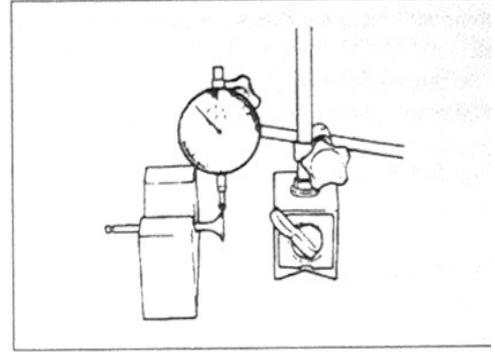

Bild 127
-  Spiel zwischen Ventile und Führung wie in Bild 127 gezeigt mit rechtwinklig angesetzter Messuhr in X- und Y-Richtung messen. (Dabei wird nicht tatsächliches Spiel gemessen, sondern nur ein Anhaltswert.) Sollwert / Einlass 0,025 – 0,055 mm; Verschleissgrenze 0,35 mm. Sollwert / Auslass 0,040 – 0,070 mm; Verschleissgrenze 0,35 mm.